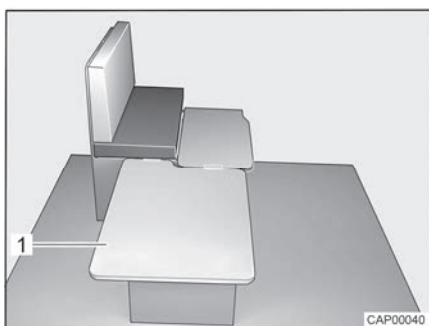

Bild 81 Under ombyggnaden
- Häng på stödplatta (Bild 81,1) sidledes på sittbänken och lägg på bordet.